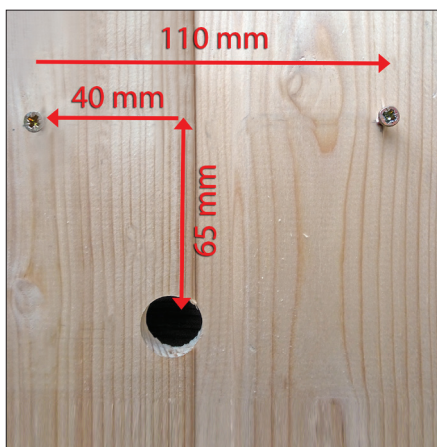

fig. 2
- II. Dal foro, misurare 65 mm in altezza e quindi 40 mm verso sinistra; in questo modo si ottiene la posizione della vite di fissaggio sinistra (fig. 2).
- III. Fissare la vite destra orizzontalmente a una distanza di 110 mm (fig. 2).